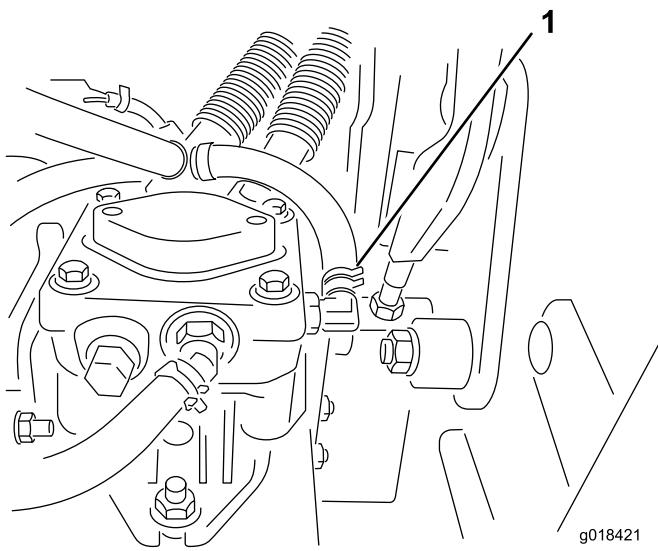

Figure 6
4. Débranchez le flexible basse pression de la pompe droite (Figure 6).